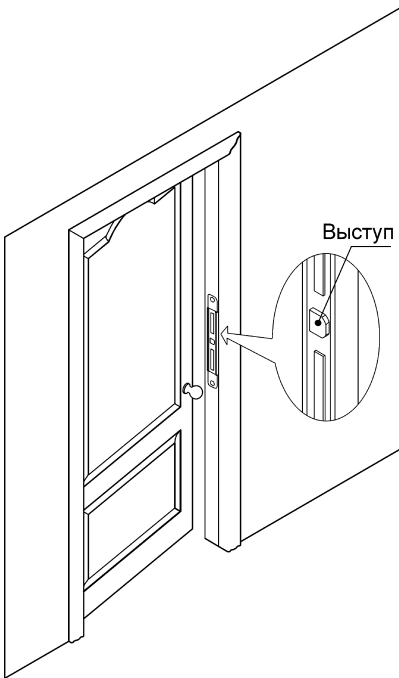
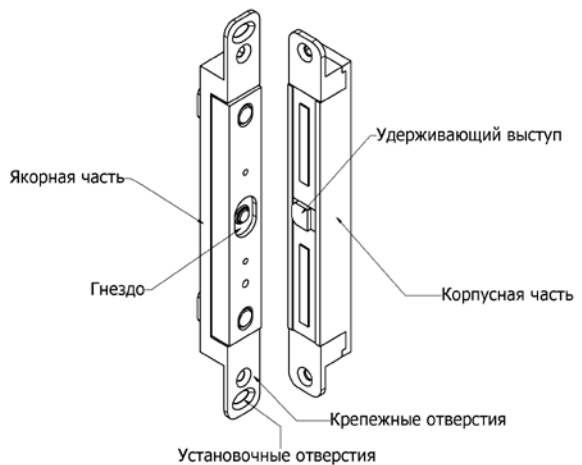
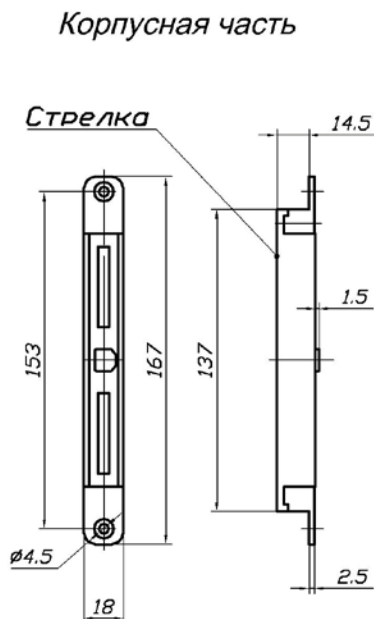

Рис.1
Рис.2
Рис. 4.
ЗАМОК состоит из корпусной и якорной частей. Корпусная часть монтируется вертикально в дверной коробке, якорная часть - в двери (рис.1). При закрытии двери подвижная пластина якорной части притягивается к рабочей поверхности корпусной части, при этом удерживающий выступ входит в соответствующее гнездо пластины якоря и блокирует дверь (рис. 2).
- 5.2 Корпусная часть ЗАМКА устанавливается в гнездо дверной коробки. Гнездо выполняется напротив якорной части с учетом габаритно-установочных размеров корпусной части (рис. 4) и расположения выводов управления. Удерживающий выступ на корпусной части должен быть ориентирован в направлении закрывания двери (рис.1).